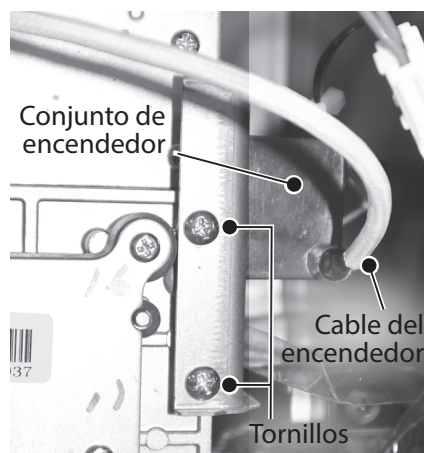

Figura 122 - Ubicación del conjunto de encendedor
- 8 Ubique el conjunto de encendedor en el lado derecho del calentador de agua. Consulte la Figura 122.
- 9 Desconecte el cable del encendedor del conjunto de encendedor. Consulte la Figura 122.
- 10 Retire los dos tornillos que fijan el conjunto de encendedor y el soporte al múltiple de gas. Deje los tornillos a un lado en un lugar seguro para volver a instalarlos. Consulte la Figura 122.